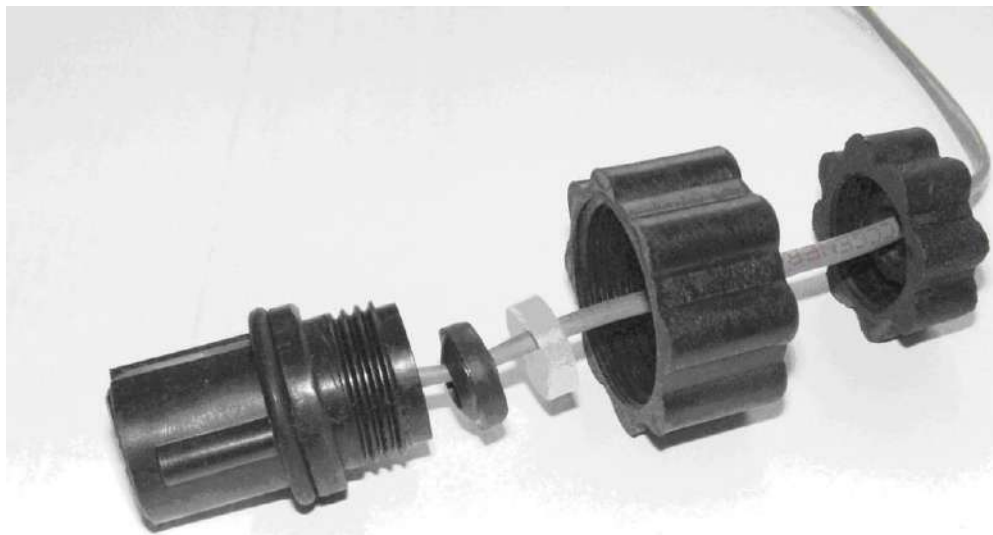

Рис. 1. Порядок сборки разъема телефонного аппарата.
8.4. На фотографии рис.1 показан порядок сборки разъема телефонного аппарата. Необходимо обратить внимание на последовательность установки уплотнения в разъем: сначала резиновое уплотнение, затем пластмассовая шайба (но не наоборот!). Затем вилка вставляется в розетку и до отказа зажимается двумя гайками.